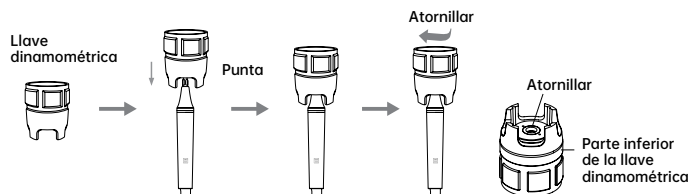

Imagen 3
- Coloque la punta en la llave dinamométrica y móntela o desmóntela como se muestra en la imagen 3.
- Seleccione la punta adecuada según la necesidad y ajústela con la llave (ver Imagen 3). Elija la potencia adecuada para cada tipo de punta (consulte la "TABLA DE POTENCIA DE FUNCIONAMIENTO DE LAS PUNTAS").